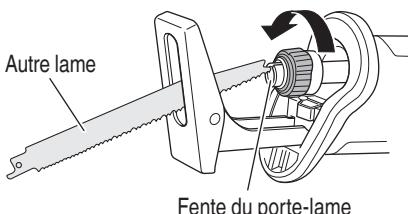

Fig. 10
- (1) Si une partie de la lame de scie cassée dépasse de la fente du porte-lame, sortir la partie saillante et retirer la lame.
(2) Si lame de scie cassée est cachée à l'intérieur de la fente, accrocher la lame cassée au moyen de la pointe d'une autre lame de scie et la retirer. (Fig. 10)